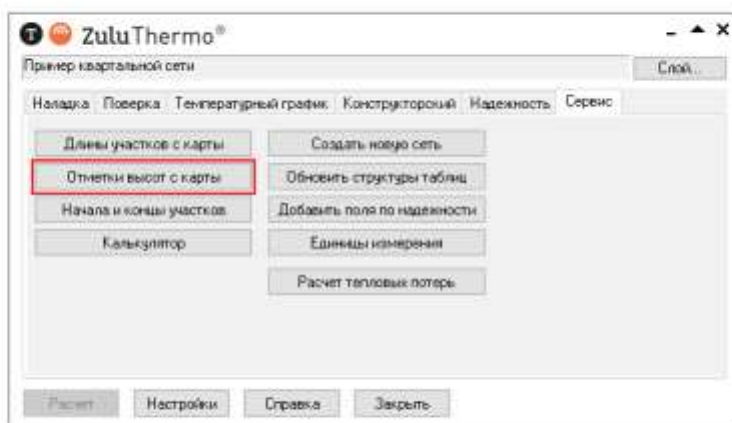

Рисунок 19.7. Вкладка «Сервис»
3. Перейдите на вкладку **Сервис**. Появится окно, показанное на Рисунок 19.7. «Вкладка «Сервис»».